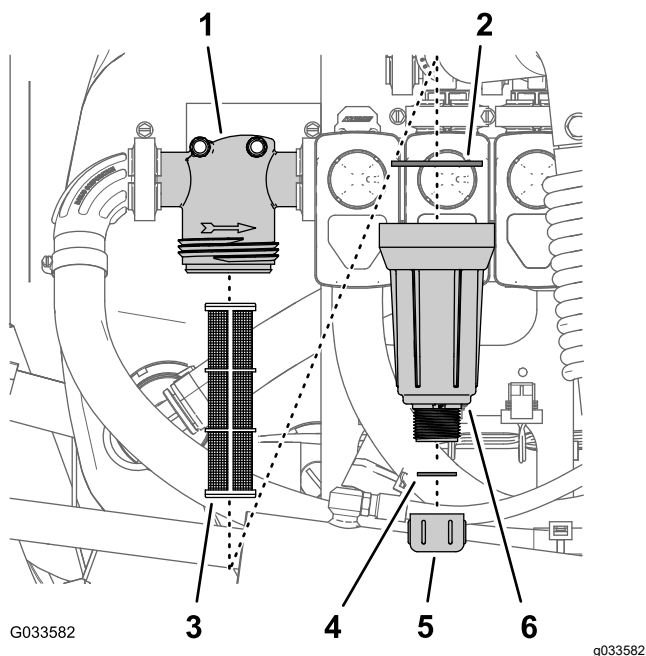

Figura 80
2. Amplasați o tavă de golire sub filtrul de presiune (Figura 80).
3. Rotiți capacul de golire în sens invers acelor de ceasornic și scoateți-l din vasul filtrului de presiune (Figura 80).
4. Rotiți vasul în sens invers acelor de ceasornic și îndepărtați capacul filtrului (Figura 80).
5. Îndepărtați elementul filtrului de presiune (Figura 80).
7. Verificați dacă există deteriorare și uzură la nivelul garniturii pentru bușon de golire (situat în interiorul vasului) și garniturii pentru vas (aflată în interiorul capului filtrului) (Figura 80).
8. Montați un nou element de filtrare de presiune la capul filtrului (Figura 80).
9. Montați vasul pe capul filtrului și strângeți-l manual (Figura 80).
10. Montați capacul de golire pe fittingul din partea de jos a vasului și strângeți capacul manual (Figura 80).